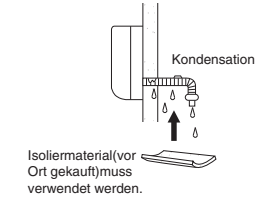

Abb. 3-70
- c) Wenn der Ablaufschlauch im Raum verläuft, ist er so mit Isolierung* zu isolieren, dass Möbel und Böden nicht durch Kondenswasser beschädigt werden können. (Abb. 3-70)